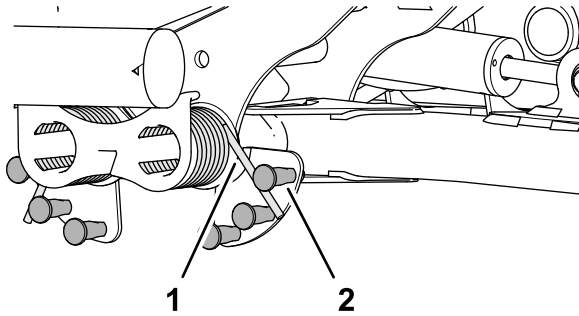

Figura 52
2. Introduceți capătul lung al arcului de contrabalansare într-un tub sau într-un obiect similar, apoi rotiți arcul în jurul urubului cu umăr până în poziția dorită (Figura 52).